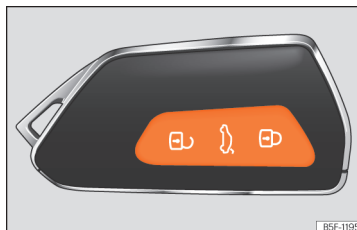

Abb. 74 Funkschlüssel: Tasten
- Verriegeln: Drücken Sie die Taste  **»» (Abb. 74).**